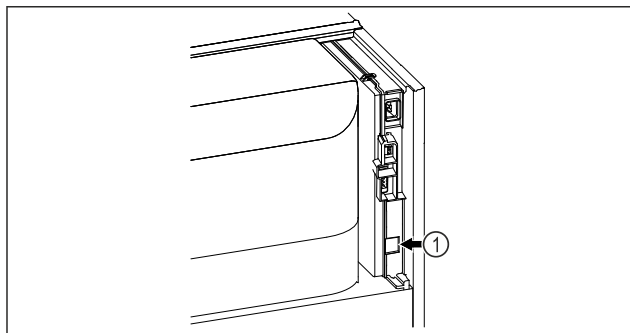

Fig. 74
- ☐ Se utiliza SmartModule Fig. 74 (1).